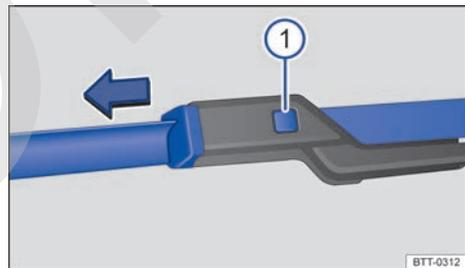

Fig. 113 Sustituir las escobillas de los limpiaparabrisas.
- Mantenga la tecla de desbloqueo → fig. 113 ⓘ pulsada y, al mismo tiempo, retire la escobilla de los limpiaparabrisas en el sentido de la flecha.